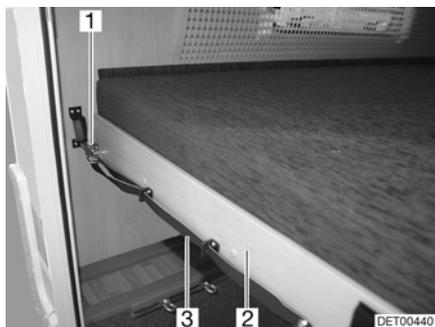

Fig. 55 Litera (parte trasera)
- Tirar del lazo (Fig. 55,3) y soltar el pestillo (Fig. 55,1).
- Tirar el somier (Fig. 55,2) junto con el colchón hacia delante hasta que engatille.